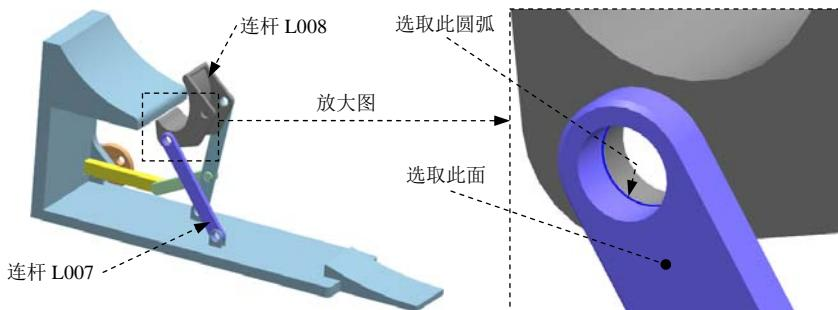

图 10.2.10 定义旋转副 (六)
(1) 在“运动副”对话框**定义**选项卡的**类型**下拉列表中选择**旋转副**选项，选取图10.2.10所示的连杆L007；在“运动副”对话框的**指定原点**下拉列表中选取“圆弧中心” $\odot$ 选项，在模型中选取图10.2.10所示的圆弧为定位原点参照；选取图10.2.10所示的面作为
(2) 添加啮合连杆。在“运动副”对话框的**基本**区域中选中 **啮合连杆**复选框，单击**选择连杆 (0)**，选取图 10.2.10 所示的连杆 L008；在“运动副”对话框**基本**区域的 **指定原点**下拉列表中选取“圆弧中心” 选项，在模型中选取图 10.2.10 所示的圆弧为定位原点参照；选取图 10.2.10 所示的面作为矢量参考面。
(3) 单击**应用**按钮，完成运动副的添加。